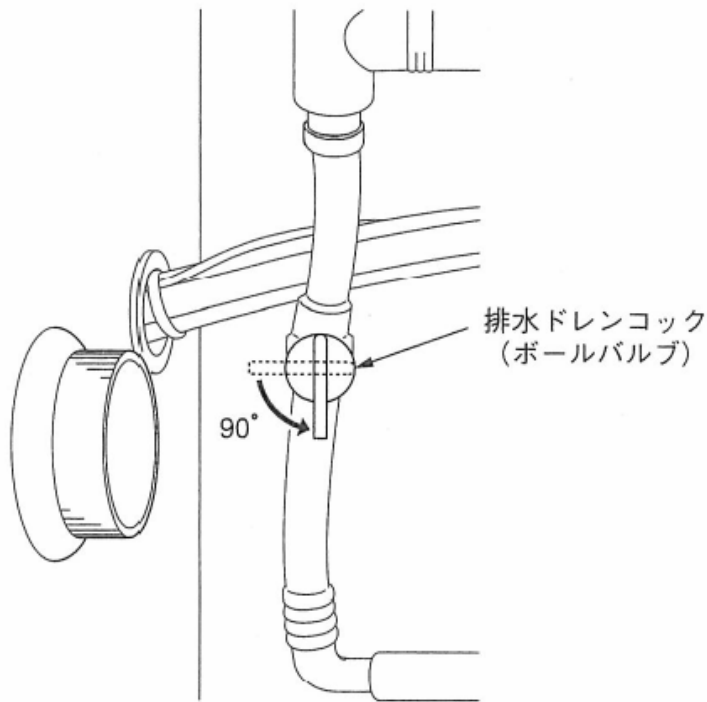

図8-3. 排水ドレンコック
- ④ 背面パネルを開けた中央付近に排水ドレンコックが付いています。(図8-3 参照)
- ⑤ 水平位置から90°の回転させますと排水が開始されます。